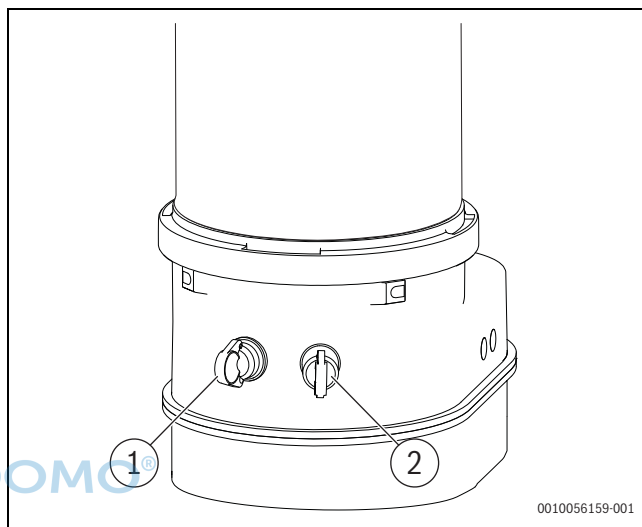

Bild 77 Abgasmessstutzen und Verbrennungsluft-Messstutzen
- ▶ Stopfen am Verbrennungsluft-Messstutzen entfernen (→ Bild 77, [2]).